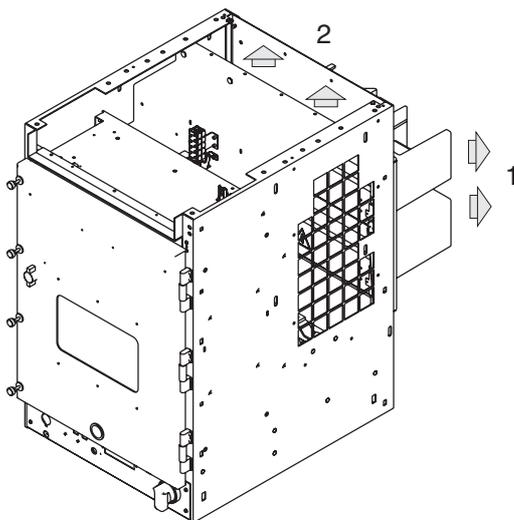

Fig. 5
Lo sfogo dei gas, prodotti da un'eventuale arco interno, può avvenire sulla fiancata destra del contenitore fig. 5 (1) oppure nella parte superiore fig. 5 (2).
Evacuation of the gases, which might be produced by an internal arc, can take place on the right side of the enclosure fig. 5 (1) or in the top part fig. 5 (2).